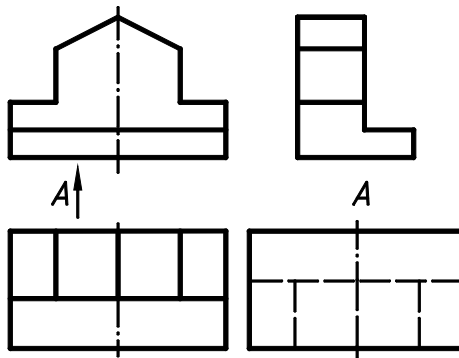

Fig. 4.4. Proiecție executată fără păstrarea corespondenței cu proiecția principală
În cazul în care lipsește corespondența dintre vederile de sus, din stânga, din dreapta, de jos, din spate cu vederea principală, atunci acestea se notează pe desen cu o literă majusculă în ordine alfabetică (fig. 4.4), iar direcția proiectării se indică printr-o săgeată, fig. 4.4, 4.5.
- **vedere de bază**, dacă direcția de proiectare este perpendiculară pe una din cele șase fețe ale cubului de proiecție, (vezi fig. 4.4);
- **vedere completă**, dacă în proiecția respectivă obiectul este reprezentat integral (v. fig. 4.4, 4.6);